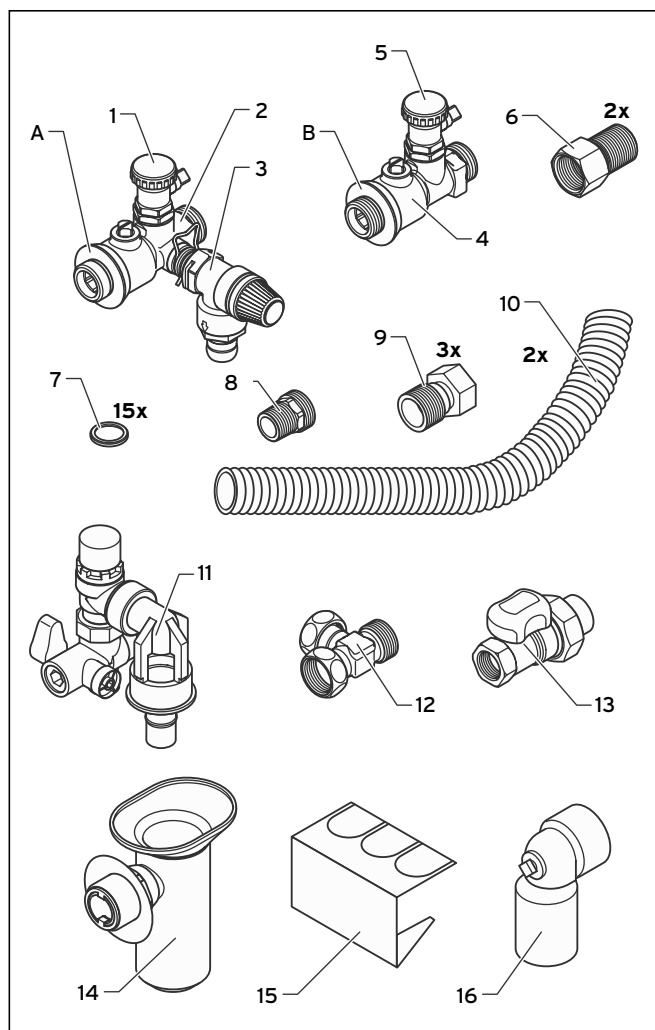

Рис. 4.1 Объем поставки
На основе рис. 4.1 и следующей спецификации перед монтажом проверьте принадлежности на комплектность:
Краны ЗОК предварительно смонтированы на сервисных кранах. Не демонтируйте ни один из двух кранов ЗОК (1, 5, см. рис. 4.1), т.к. это может приводить к негерметичности.
- Подведите линию со стороны дома для подающей линии отопительного контура к соединителю (9) и, обработав пенькой, вставьте.
- Посредством сливного шланга (10, см. рис. 4.6) установите соединение между предохранительным клапаном (3, см. рис. 4.1) и сливной воронкой (14, см. рис. 4.1).